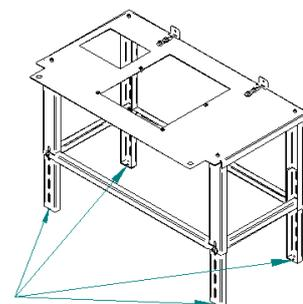

**Figure 5 - Montage de la table auxiliaire**
4. Placez les deux carrés à travers l'ouverture de la table et placez une vis et une rondelle dans chacun. Ne serrez pas les vis à fond, juste assez pour permettre aux carrés de bouger, Figure 5.